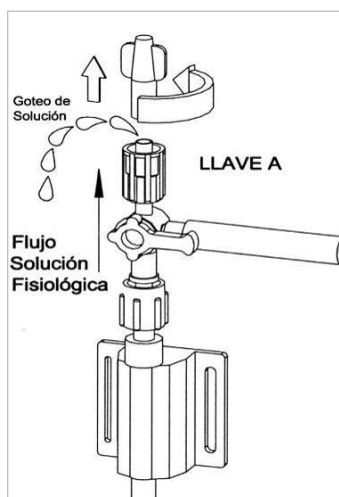
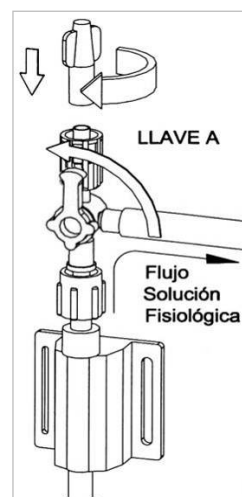
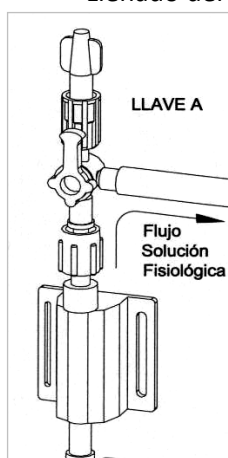

Figura 11-2 - Apertura de Llave "A" y quitado de la tapa
Figura 11-4 - Giro de Llave "A" y puesta de tapa
Figura 11-5 - Posición final de la Llave "A"
- 2 Quite la tapa de la Llave "A" (figura 11.2) y comience a llenar el Transductor con solución fisiológica abriendo el Clamp.
- 3 Cuando el Transductor esté lleno de solución fisiológica, libre de burbujas de aire y la solución gotee por el extremo (figura 11.2) de la llave de 3 vías (Llave "A"), Coloque la tapa y gire la Llave "A" como indica la figura 11.4. La Llave "A" y la tapa deben quedar como se muestra en la figura 11.5.